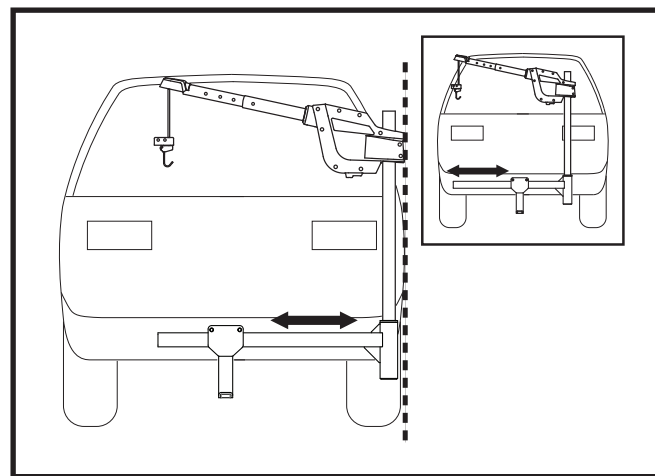

Figure 14. Réglage du support de bras
- Réglez le support de bras de sorte que le montant supérieur et le boîtier du moteur soient alignés avec le côté du coffre ou du hayon du véhicule. **Voir la figure 14.**